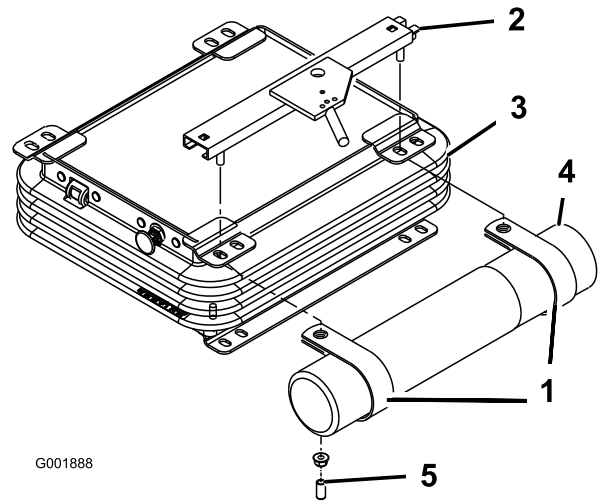

Figura 7
4. Instale el tubo del manual en las abrazaderas en R y apriete las tuercas (Figura 7).
2. Retire las 2 tuercas y los tapones de vinilo (si están instalados) que sujetan el soporte superior del asiento al lado izquierdo de la suspensión del asiento (Figura 7).
3. Monte provisionalmente las abrazaderas de R a los espárragos del soporte del asiento con las 2 tuercas anteriormente retiradas. (Figura 7). Las abrazaderas en R deben colocarse debajo de las pestañas de la suspensión del asiento.